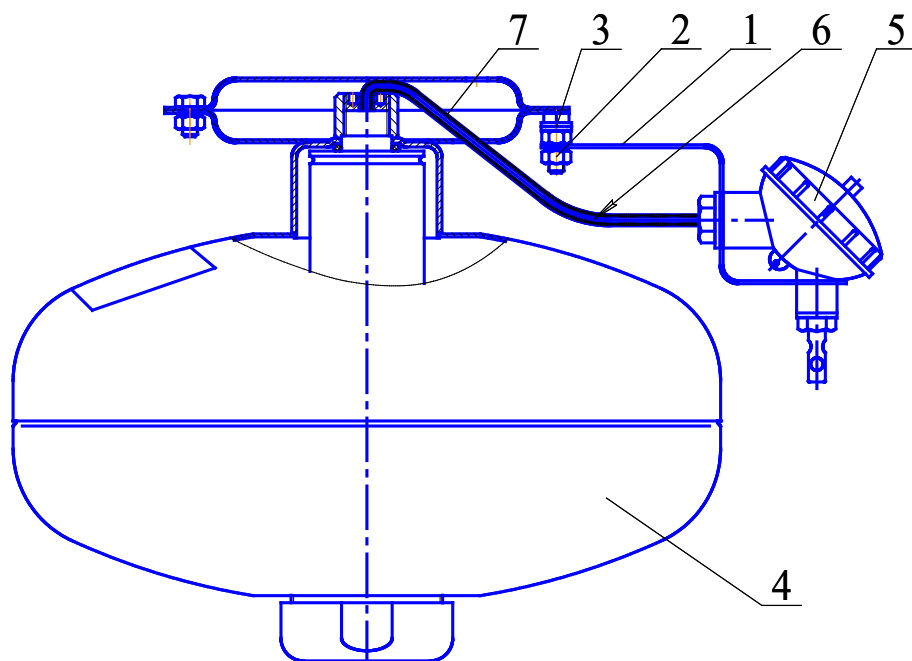
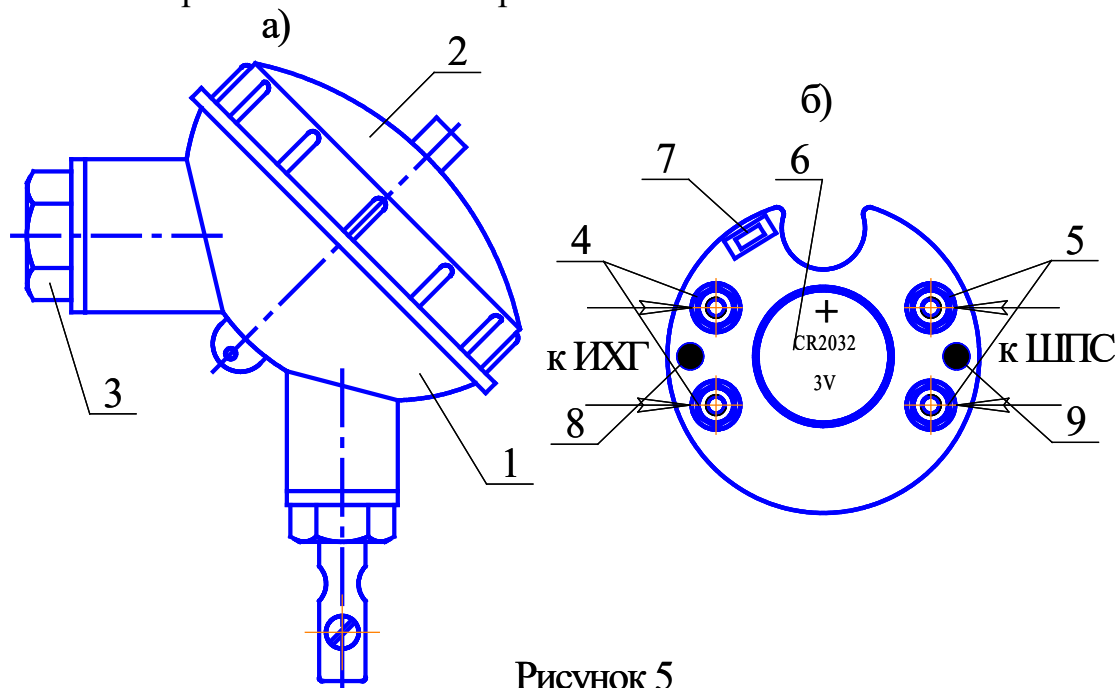

Рисунок 3
Рисунок 5
4.3.1.1 На кронштейне **1**, закрепленном гайкой **2** на заземляющем зажиме **3** МПП **4** (см. рисунок 3), установлен электронный узел запуска (устройство пусковое температурное) **5**. Вывода **6** элемента электропускового ИХГ, вставленные в трубку ПВХ **7**, через гермоввод соединены с электронным узлом запуска **5**.
6.4.2 Гайкой 2 (см. рисунок 3) закрепить на корпусе МПП кронштейн 1.
6.4.3 С корпуса 1 электронного узла запуска (см. рисунок 5) открутить крышку 2 и винт 3. Через отверстия винта 3, кронштейна 1 (см. рисунок 3) в гермоввод электронного узла запуска ввести провода элемента электропускового ИХГ и при необходимости ШПС. Винтом 3 согласно рисунку 3 закрепить на кронштейне электронный узел запуска.